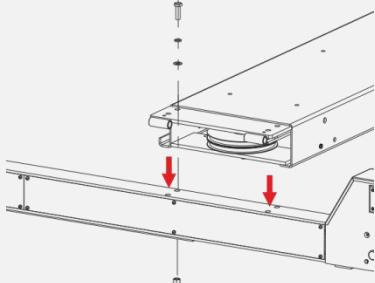

Рисунок 11
- Совместите колонны с концами поперечных балок. Убедитесь, что главная колонна установлена в отведённое ей место. Двигайте колонну к поперечной балке пока не сработает защелка. Проверьте расположение поперечных балок платформ относительно колонн. Поперечные балки (механизм стопорения) должны быть установлены без перекосов относительно стопорной планки в колонне. В случае необходимости проведите регулировку установки платформ с помощью регулировочных пластин (рисунок 11).